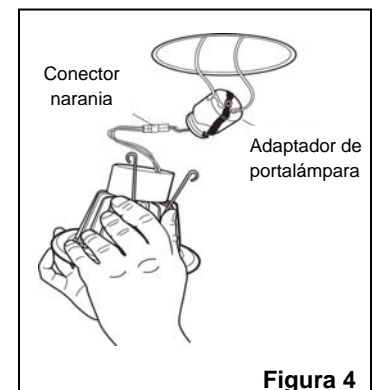

Figura 4
2. Atornille de forma segura el adaptador de enchufe en el portalámpara adentro de la carcasa. Enchufe el conector naranja del adaptador de enchufe en el conector naranja de acople del módulo LED. (Figura 4)